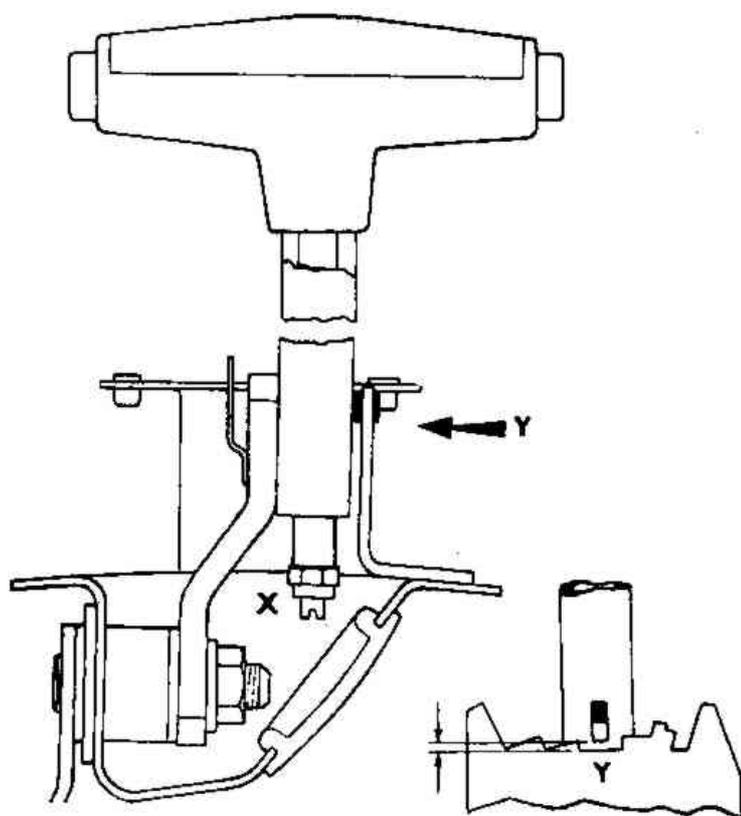

Рис.6.42. Регулировка контргайки (X) для получения точного зазора (Y) (Разд.12)
2. Отрегулируйте контргайку троса фиксатора (X) таким образом, чтобы расстояние (Y), замеренное при помощи плоских щупов, равнялось 0.1-0.2 мм (Рис.6.42).